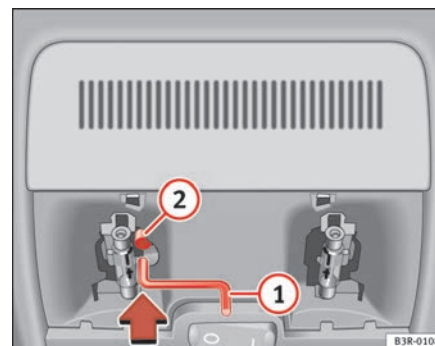

Fig. 82 Detalle del revestimiento del techo: Manivela para accionamiento de emergencia
- Introduzca la manivela ① en el orificio hexagonal ② hasta llegar al tope ⇒ página 115, fig. 82.